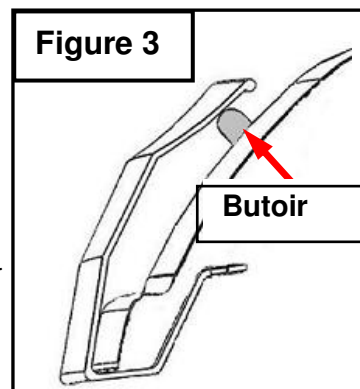

Figure 3
- Attach rubber bump-on to the factory hood where the corners of the Hood Shield are closest to the hood. (Fig. 3) Clean area first with isopropyl alcohol and remove adhesive backing from bump-on and apply to hood.
6. Installez les butoirs en caoutchouc sur le capot original ou les coins du protecteur de capot sont les plus près du capot. (Figure 3) **Nettoyez la surface avec de l'alcool isopropylique et enlevez l'endos protecteur du butoir pour ensuite l'appliquer sur le capot.**